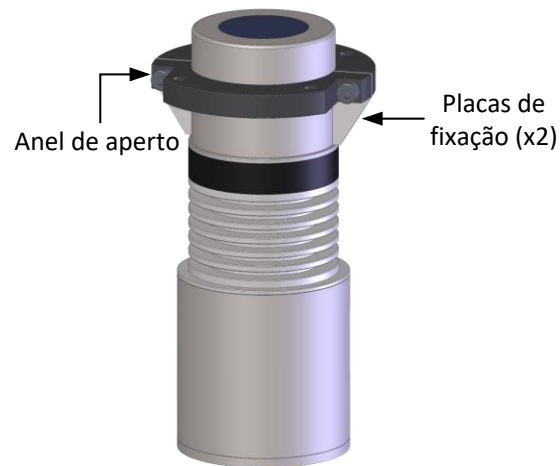

Figura 31: Anel de aperto (montado à face)
3. Certifique-se de que as placas espaçadoras estão a tocar no topo do sensor. Aperte os parafusos do anel de aperto para fixar o anel no lugar (Figura 31).